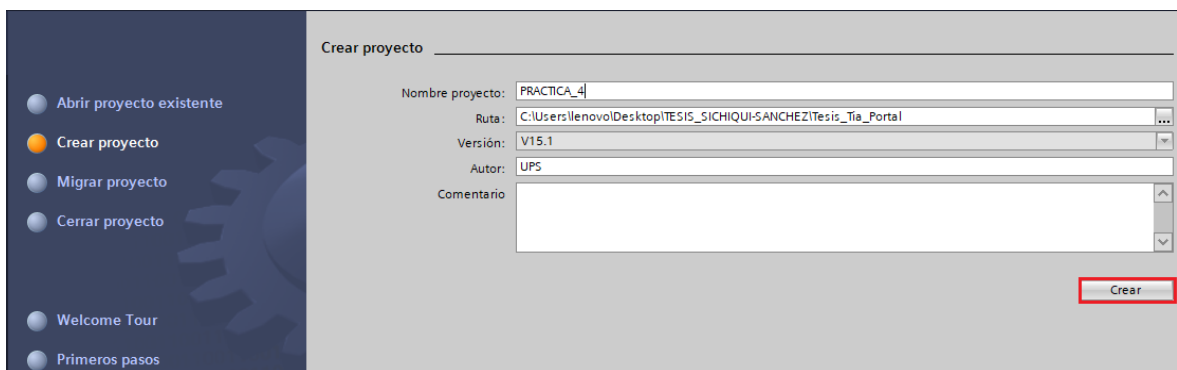

Figura 21. Creación de proyecto.
- (1) Abrir Tia Portal y crear un nuevo proyecto (ver Figura 21).